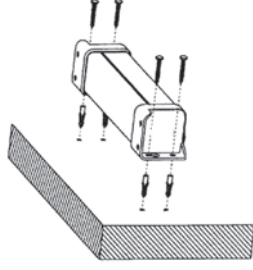

Рис. 1
- жесткое крепление на стене: прикрутите экран шурупами за крепежные отверстия, как показано на рис.1;